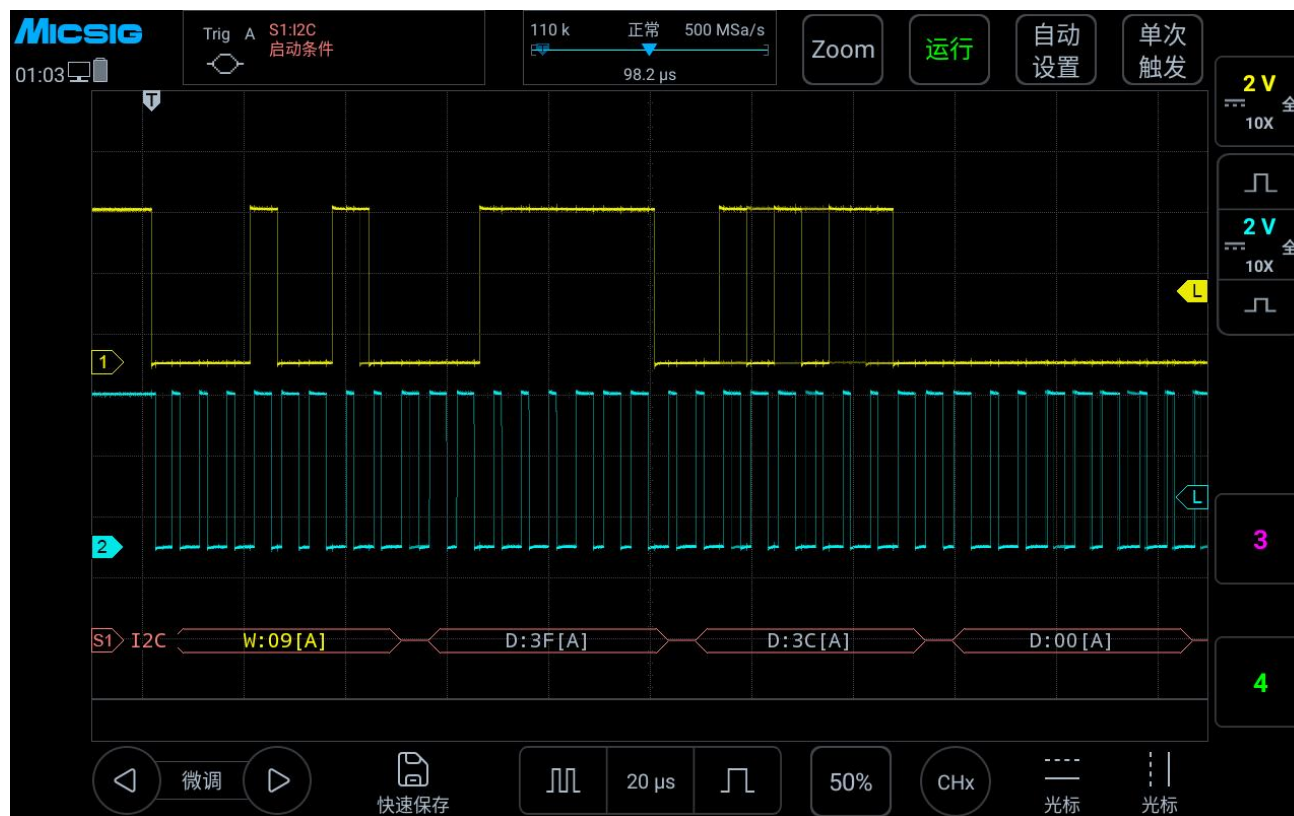

图 12-24 I2C 图形界面
- (1) 轻点 S1 打开解码通道，再次点击 S1 打开总线配置菜单；
- (2) 选择总线类型为“I2C”，打开总线设置菜单，点选时钟 SCL 为 Ch2 通道；
- (3) 打开触发方式配置菜单，在触摸屏上点选“启动条件”；
- (4) 依据信号幅值设置 2 个通道的阈值电平；I2C 触发图形界面见图 12-24：